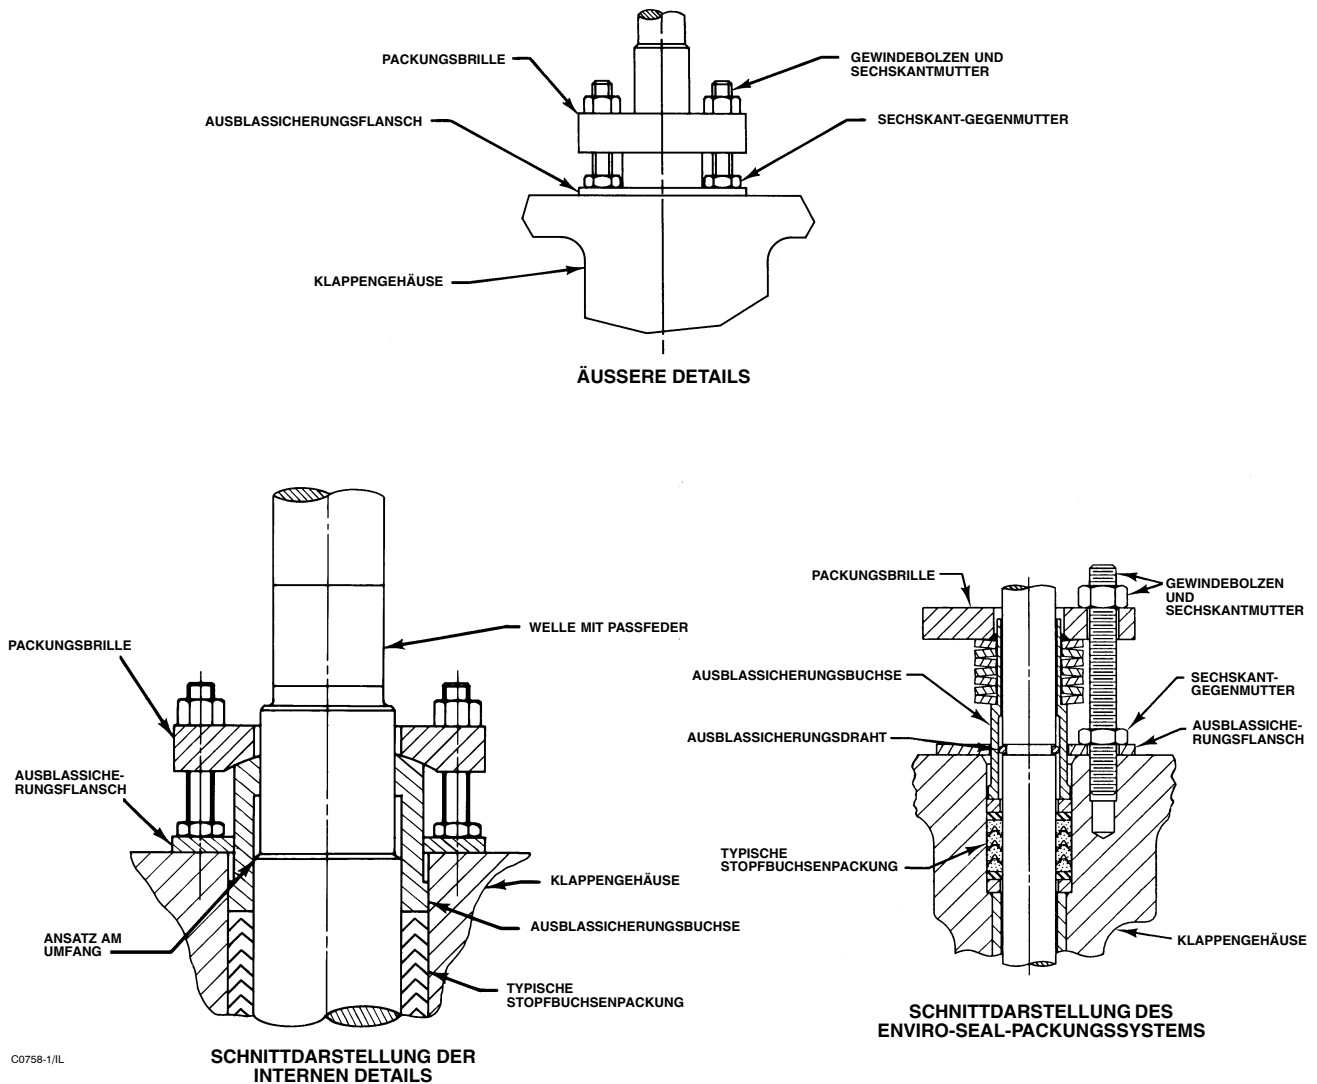

Abbildung 7. Einzelheiten der Ausblassicherung
2. Die Sechskant-Gegenmutter (Pos. 17) abschrauben und den als Ausblassicherung dienenden Flansch (Pos. 10) abnehmen. Die Packungsbrille (Pos. 12) entfernen. Einzelheiten zu den Teilen der Ausblassicherung sind in Abbildung 7 dargestellt.
- a. **PTFE- oder Graphitpackung:** Die Sechskantmutter (Pos. 15) abschrauben und die Packungsbrille (Pos. 12) abziehen. Die Sechskant-Gegenmutter (Pos. 17) abschrauben und den Ausblassicherungsflansch (Pos. 10) abnehmen. Die Ausblassicherungsbuchse (Pos. 12) ausbauen. Abbildung 7 als Bezug verwenden.